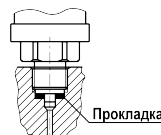

Рисунок 2 – Место уплотнения
1. Уплотнить пространство между штуцером и гнездом с помощью прокладки (см. рисунок 2).